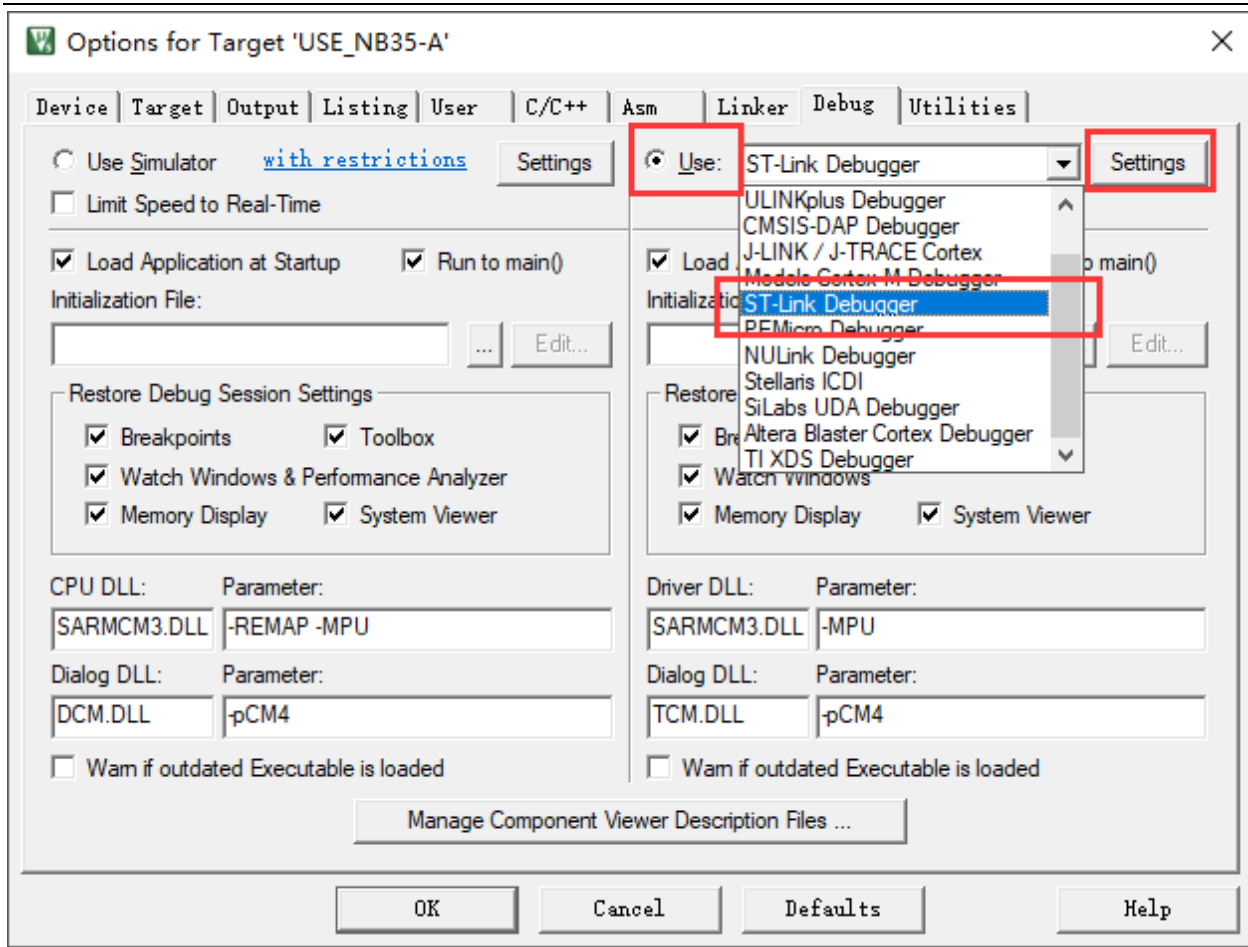

图 3-5 选择 ST-Link Debugger
3. 下拉仿真器选择列表，选择“ST-Link Debugger”选项，并勾选右侧“Use”，单击“Settings”按钮进入 ST-Link V2 仿真器配置界面，如图 3-5 所示。